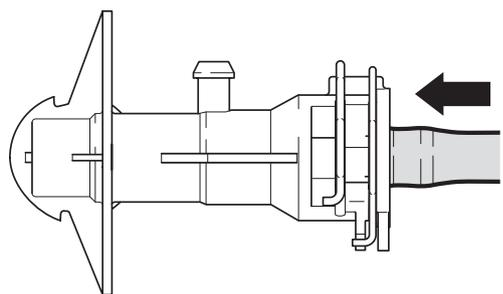

Fig. 7: El orificio de purga está libre con la tubería de conexión insertada y los clips cerrados
8. Empujar la tubería hasta el tope en la conexión (fig. 7)